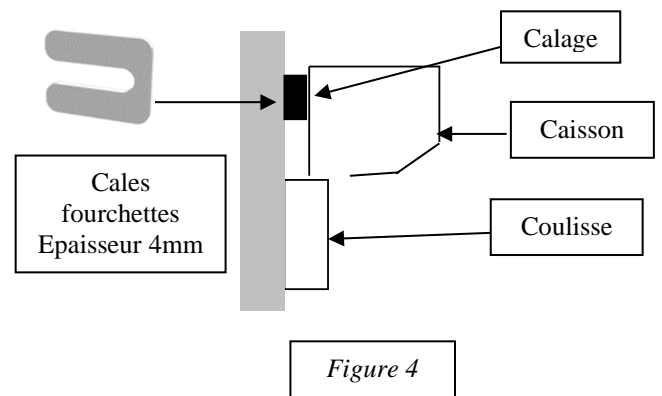

Figure 4
- Caler le caisson avec les cales fourchettes fournies (*Figure 4*)
- Placer les cales fourchettes entre le caisson et le linteau juste derrière la réservation gauche et droite (*Figure 4*)